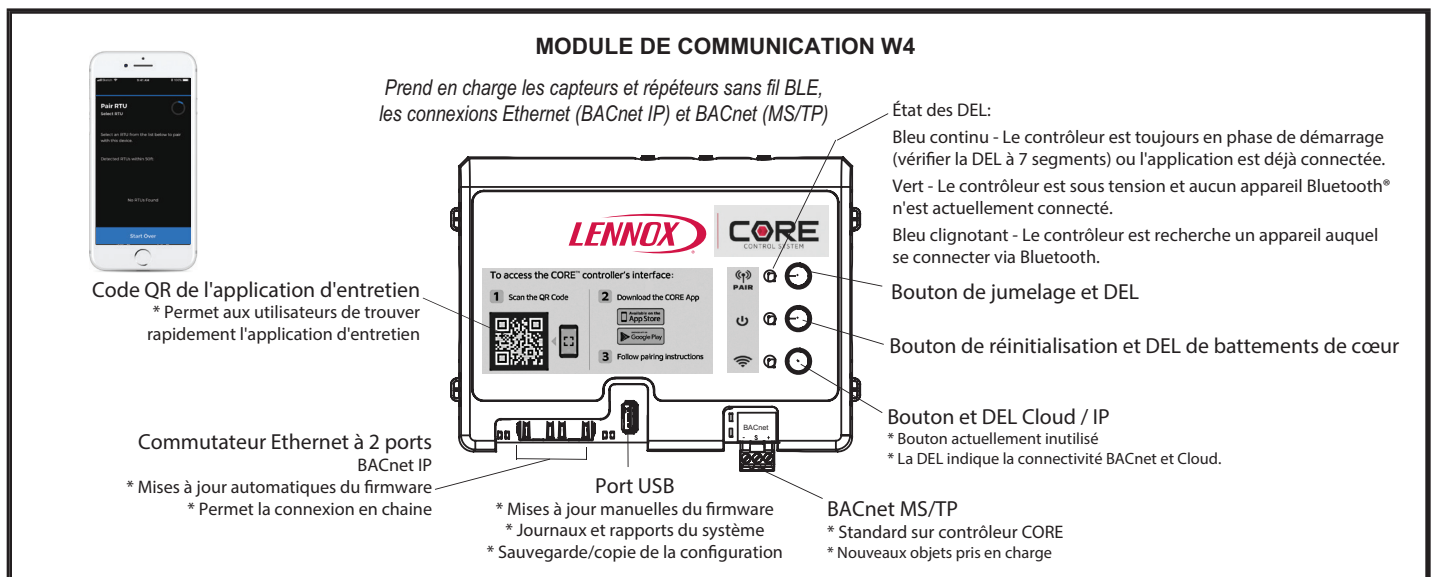

FIGURE 20
- 2 - Appuyer sur le bouton de jumelage et le maintenir enfoncé pendant 5 secondes. Voir FIGURE 20.